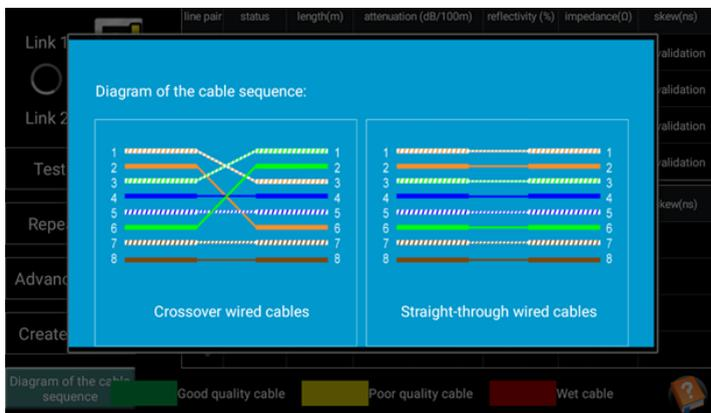

Рис. 127 Типы обжимки кабеля «витой пары»
- 2) «Типы обжимки кабеля» (Diagram of the cable sequence) показывает два варианта обжимки кабеля «прямой» и «кроссовый» в виде схемы последовательности жил в кабеле, рис. 127